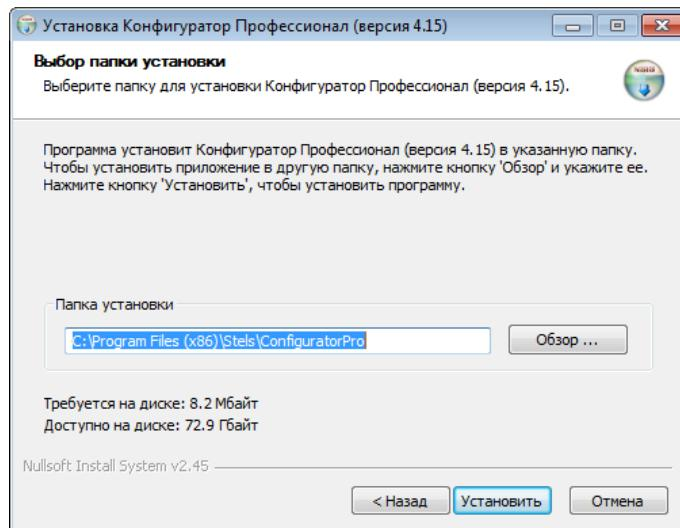

Рис. 4.2. Окно *Выбор папки установки*
5. В следующем окне укажите папку установки и нажмите кнопку **Установить** (Рис. 4.2).